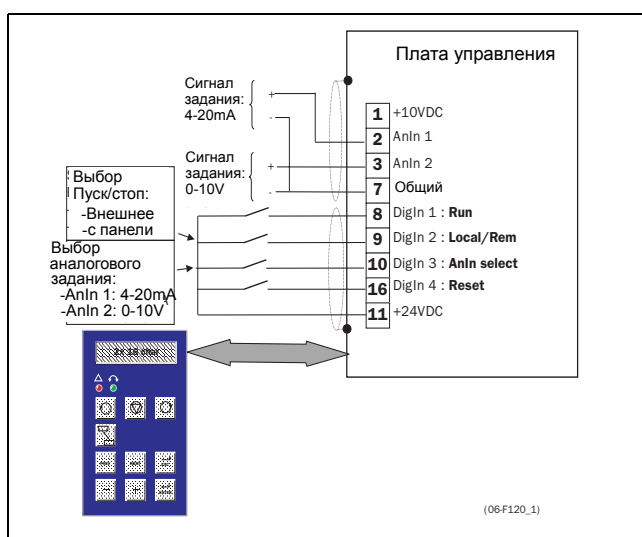

Рис. 41 Макрос Local / Remote Ana.
**Внимание!** Переключатель S3 должна быть установлена в положение "ток". См. 3.10, с. 20. Пример подключения приведен на рис. 41.